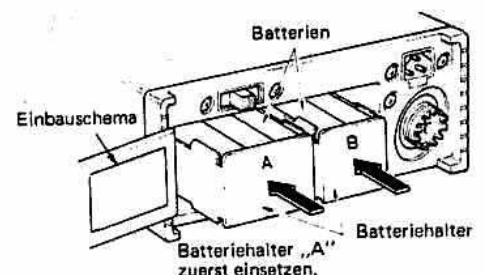

Fig. 2
- (3) Soll der Transceiver mit den weitaus wirtschaftlicheren, wiederaufladbaren NC-Batterien (1,2 V pro Zelle) betrieben werden, sind zehn Einzelbatterien (gleiche Größe wie Mignonzelle bzw. Größe UM-3) erforderlich. Unter der Typenbezeichnung PB-15 ist ein kompletter NC-Batteriesatz als Sonderzubehör beim Kenwood-Amateurfunk-Fachhandel erhältlich. Ein Einbauschema befindet sich auf der Innenseite des Batteriefachdeckels.
- (4) Die Batteriehalter gemäß Fig. 2 ganz in das Batteriefach einschieben, die Klappe schließen und die Verschlussschraube wieder festziehen.